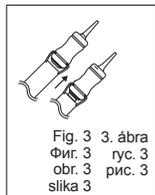

Fig. 3. 3. ábra
- c) Сразу же установите капсулу в металлический пистолет GC CAPSULE APPLIER и один раз нажмите на рукоятку (рис. 3). Теперь капсула полностью активирована.
Фиг. 3. 3. рис. 3
obr. 3. 3. рис. 3